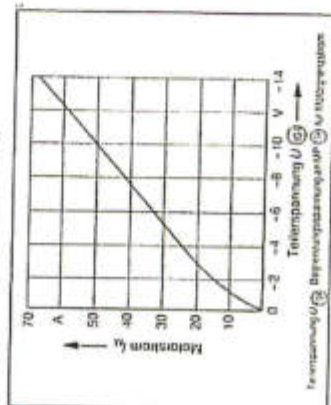

Abb. 9: Spannungsparameter für Motorenstrom
2. Die Grenzstromsine kann nach dem Diagramm (Abb. 9) erfolgen, wie darf die Angabe auf dem Programmiermodul nicht überschreiten, die dem doppelten arith. Mittelwert des Motor-Nennstromes entspricht. Dazu Spannung am Meßpunkt 104 (Achse 1), 204 (Achse 2), 304 (Achse 3) mit Taster P 104 (Achse 1), P 204 (Achse 2), P 304 (Achse 3) einstellen.